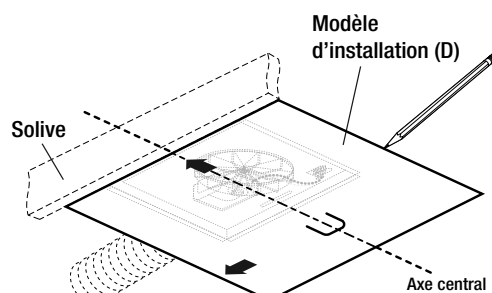

Fig. 3
- Aligner le modèle d'installation fourni avec le côté de la solive et la ligne centrale, puis tracer le long du périmètre du modèle. Voir la figure 3.